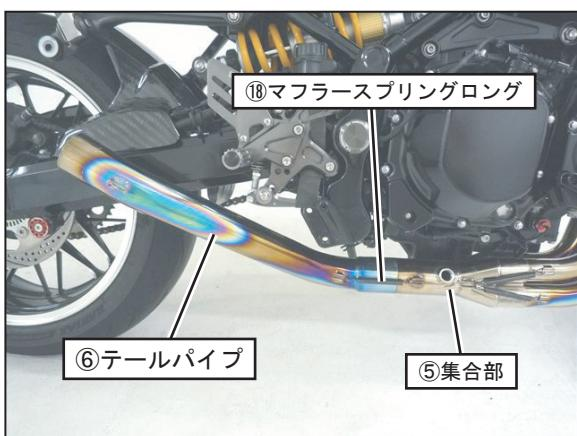

FIG. 9
10. ⑤集合部に⑥テールパイプを取り付け、⑯マフラースプリングロングをスプリング取付工具を使用して取り付けて下さい。（FIG. 9 参照）